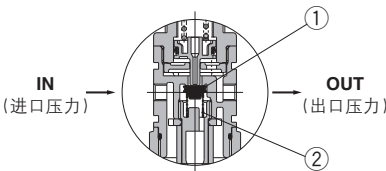

图 1
入口压力比设定压力高的场合， 通常作为减压阀进行动作(图1)。
入口压力比设定压力高的场合，单向阀②关闭，作为普通的减压阀进行动作(图1)。